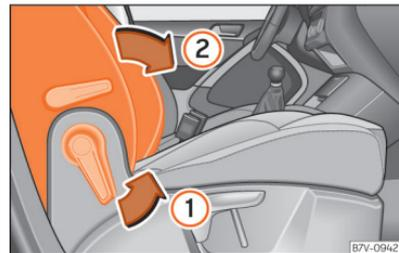

Abb. 90 Beifahrersitz: Sitzlehne nach vorn klappen.
- Bewegen Sie den Hebel in Pfeilrichtung »» (Abb. 90) ① und stellen Sie die Sitzlehne in der gewünschten Position ein.